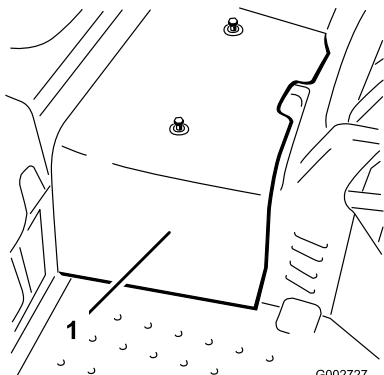

図 43
2. センターシュラウドを機体に止め付けているねじ2本を外してシュラウドを機体から取り外す 図 43。